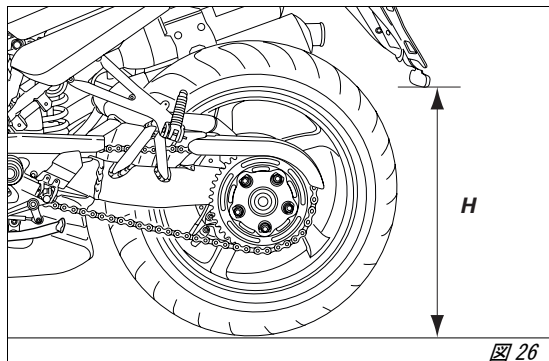
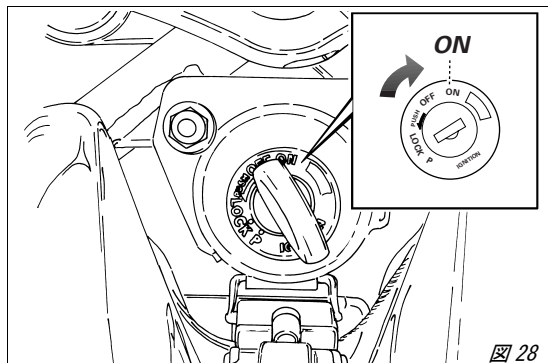

図 26
図 28
車高の調整 (図 26-図 27-図 28)
標準車高を変更する前に、基準値 (H、図 26) を測定しておくことをお勧めします。
- 1) イグニッションキーを **ON** の位置にします (図 28)。メーターパネルのグリーンのパイロットランプ **N** と赤のパイロットランプ  が点灯していることを確認します。